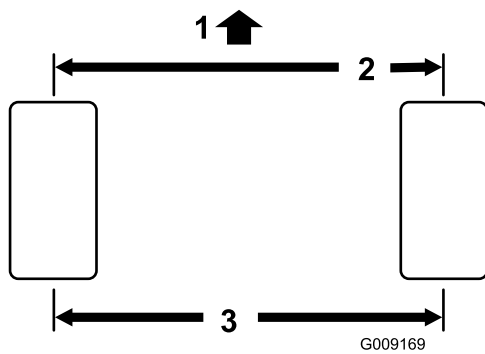

Bild 56
2. Messen Sie den Abstand vorne und hinten an den Lenkreifen Mitte-zu-Mitte (auf Achshöhe).Bild 56